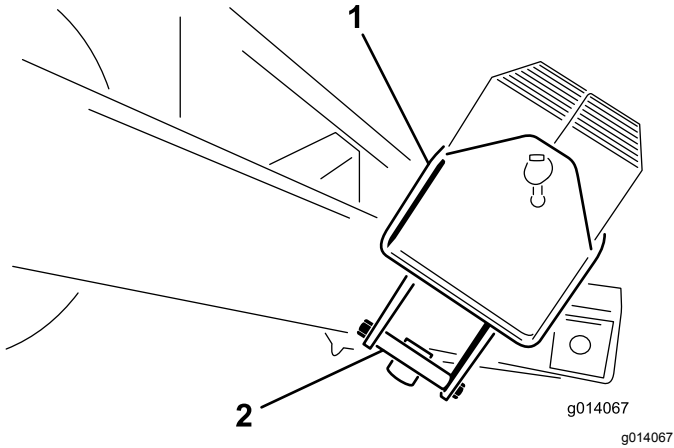

図 5
2. ウェイトケースを保持している取り付けブラケットからボルト $\frac{1}{2}$ x $5\frac{1}{2}$ "を外す。取り付けブラケットは廃棄する **図 5**。